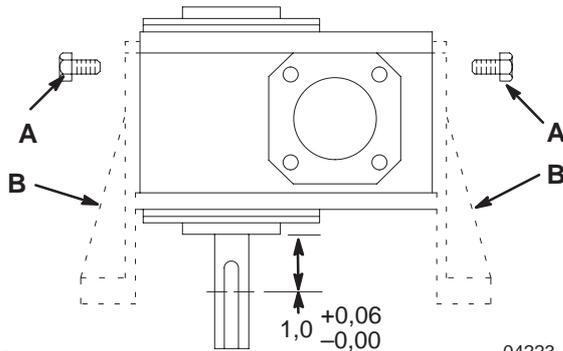
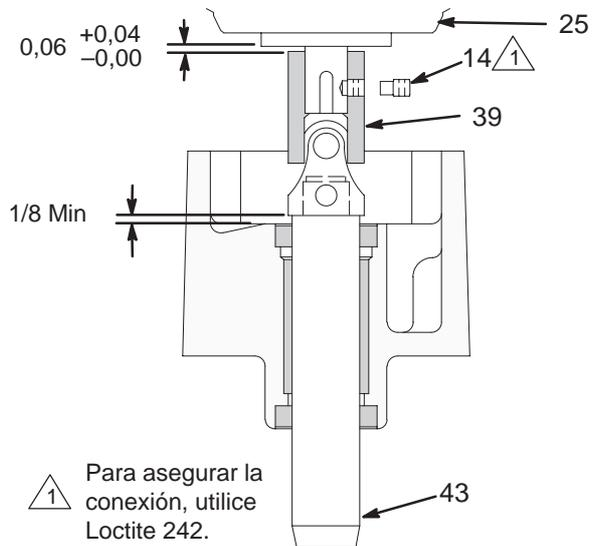

Fig. 3
Fig. 4
2. Desmonte el eje (19) y el acoplamiento (12).
3. Saque los tornillos (26), las arandelas (27) y el reductor de engranajes (29) con el conjunto del eje universal (20).
4. Desmonte el conjunto del eje universal (20) del reductor de engranajes (29). Guarde al pasador (13).
5. Saque los tornillos (26) y las arandelas (27) y desmonte el motor eléctrico (28) del reductor de engranajes (24).
6. Saque los tornillos (6) y las arandelas (2) y retire la empaquetadura (15) y el montante del reductor de engranajes (17).
7. Saque los cuatro tornillos (A) y retire los dos pies de montaje (B) del reductor de engranajes (Fig 3).
1. Utilice una sierra de cinta para cortar el eje de salida del reductor de engranajes (29) hasta alcanzar las dimensiones indicadas en la Fig 3.
2. Corte y dé forma al pasador(13) para que encaje en la ranura acortada del eje de salida.
2. Fig 3. Instale los dos pies de montaje (B) en el reductor de engranajes(24) con los cuatro tornillos (A).
3. Instale la empaquetadura(12) y el montante del reductor de engranajes (14) con las arandelas (2) y los tornillos (6).
4. Instale el motor eléctrico (27) en el reductor de engranajes (24) con los tornillos (25) y las arandelas (26).
5. Ensamble la junta universal (17) y el eje del agitador (23) con el tornillo de resalte (19), la arandela (21), la arandela (20) y la contratuerca (18).
6. Deslice la junta universal(17) sobre el eje de salida del reductor de engranajes (24) colóquelo como indica la Fig 4.
- NOTA:** La posición de la junta universal no es crítica para el montaje, pero se debe verificar que el tornillo de ajuste (22) está empujando al pasador (13). El tornillo de ajuste es el que soporta el peso del eje.
7. Instale el reductor de engranajes (24), la junta universal (17) y el eje (23) con los tornillos (4), las arandelas (2) y los espaciadores (28).
8. Instale el eje (16) y el acoplamiento (10).